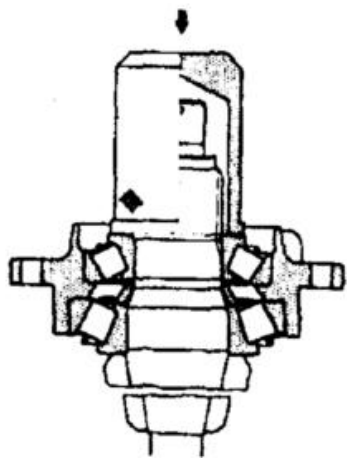

图 7-4
- (5) 将主动锥齿轮装到轴承座上, 再压装轴承内圈(图 7-4);
- (6) 测量并调整主动锥齿轮轴承的预紧负荷, 装上突缘和垫圈, 拧紧开槽螺母;